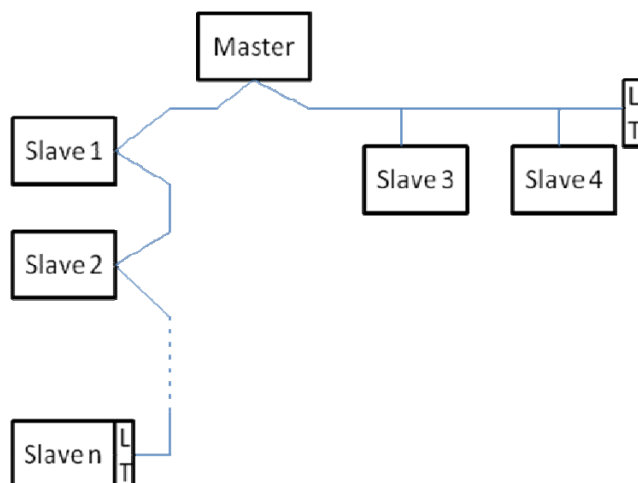

Figure 1 : Exemple de réseau Modbus avec terminaison
Comme l'illustre la Figure 1, il peut être nécessaire de terminer la ligne à la fin et au début à l'aide de résistances de terminaison (LT) .